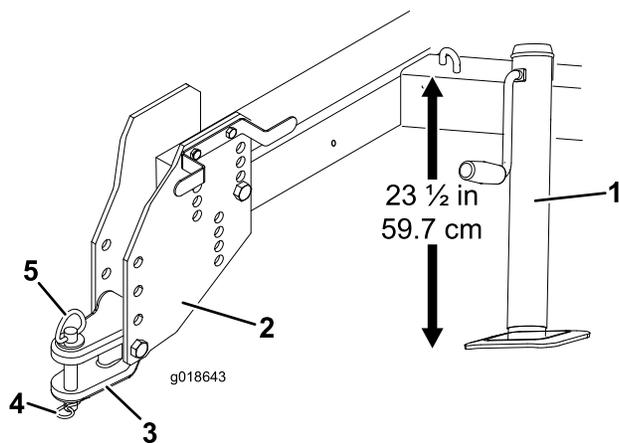

图 3
3. 调整支架千斤顶使机架顶部到地面的距离为 59.7cm 图 3。
- 卸下将挂钩牵引杆固定到挂接板上的螺栓和锁紧螺母图 3。
6. 用挂钩销和保险销将挂钩牵引杆连接到主机上图 3。